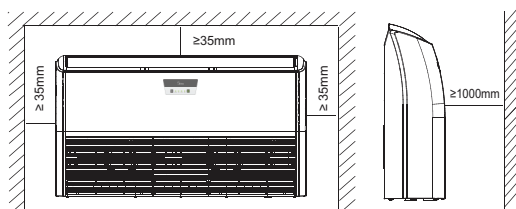
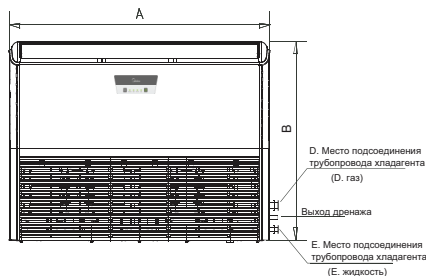
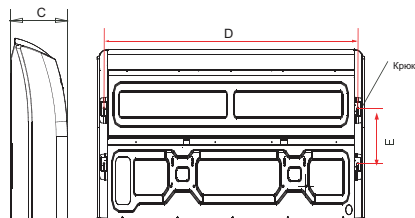

Рис. 2
Рис. 3
Рис. 4
(Технические характеристики – см. рис. 2, рис. 3, рис. 4 и табл. 1).
- Расстояния при монтаже болтов указаны на рис. 3 и 4.